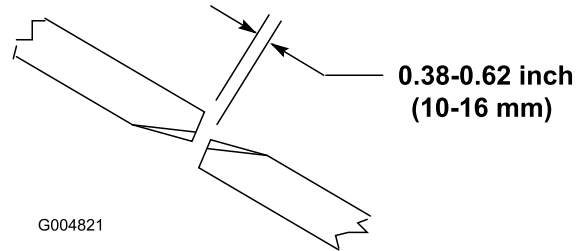

Figura 26
2. Gire una cuchilla central y una cuchilla lateral de manera que las puntas estén alineadas. Mida la distancia entre los extremos de las cuchillas (Figura 26).
Para asegurar la operación correcta de la carcasa de corte, debe haber una separación de 10–16 mm entre los extremos de las cuchillas de las carcasas de corte laterales y central (Figura 26).